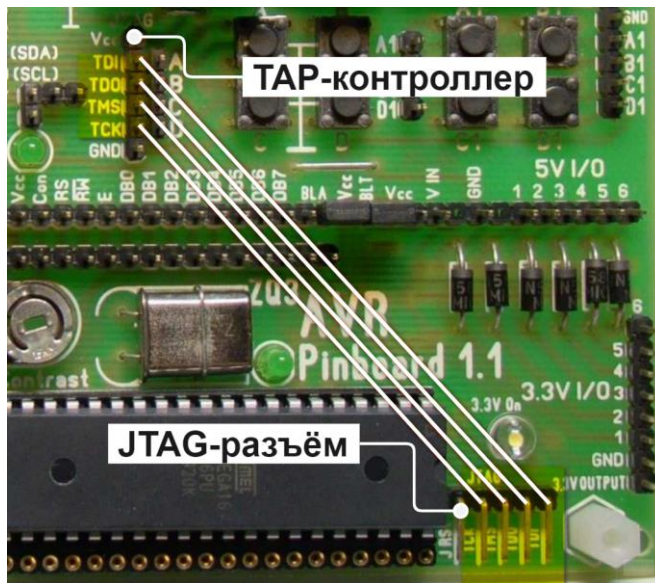

Рисунок 1 — Иллюстрация подключения JTAG-разъёма к TAP-контроллеру
2.2 На печатной плате ПУ создать линию отладки JTAG — при помощи соединительного кабеля выполнить подключение одноименных выводов (TDI, TDO, TMS, TCK) JTAG-разъёма и TAP-контроллера (рисунок 1).
2.11 В процессе установки ПО на ПУ светодиод JTAG-разъёма (см. рисунок 1) должен активно мигать.